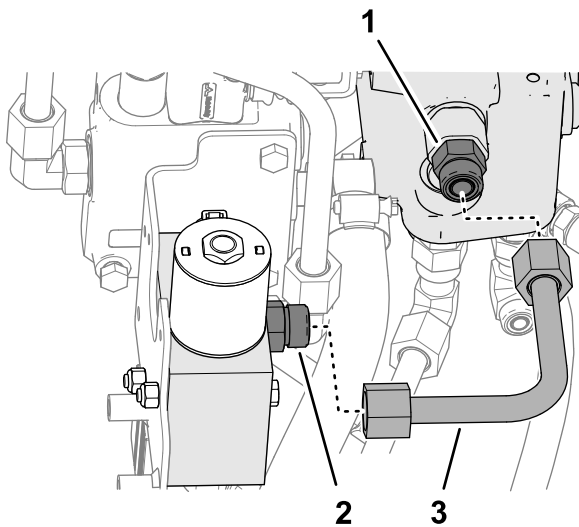

Figura 22
1. Monte el tubo en forma de L en el acoplamiento recto en el puerto C de la válvula de bajo caudal y el acoplamiento recto en el puerto T-1 en la válvula del brazo de carga (Figura 22).